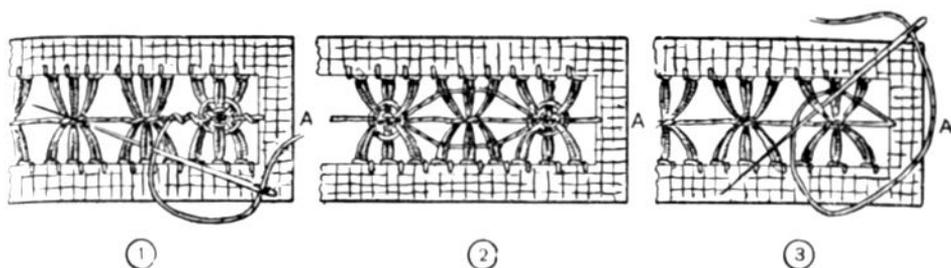

Рис. 211. Мережки «паучок» и цветной ниткой.
На одном соединении сделан «паучок». Все столбики следующего соединения обшиты ниткой (рис. 211 (2)). Первым стежком иголка с нит-
кой протягивается под столбиком, затем стежком за иголку столбик обшивается ниткой (рис. 211(3)).